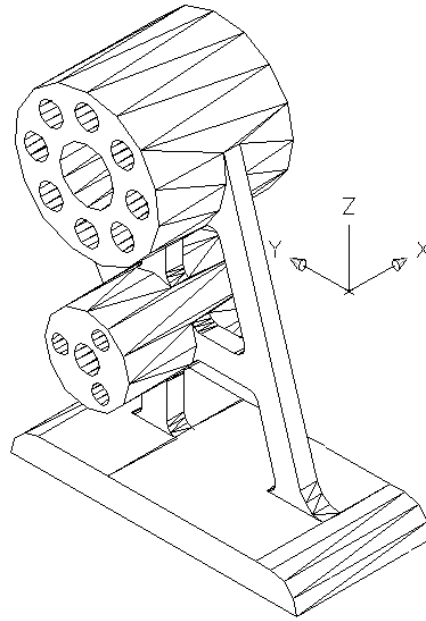

Рис. 2
2. Построение на базе сложного контура твердотельной модели (рис. 2)